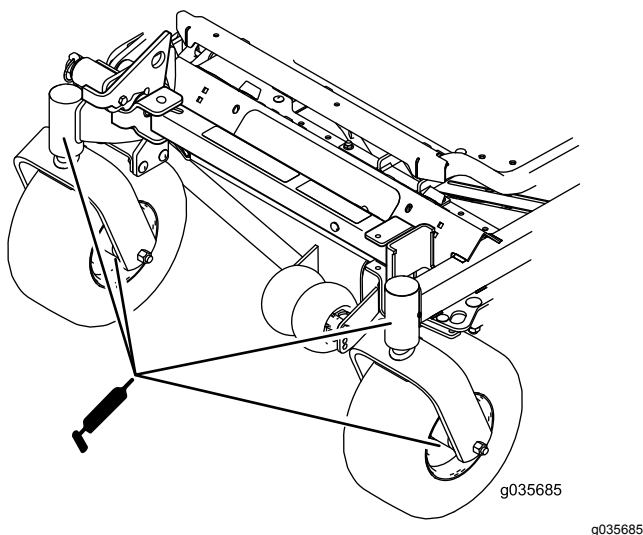

Figura 52
12. Montate il tappo esagonale e il coperchietto antipolvere (Figura 52).